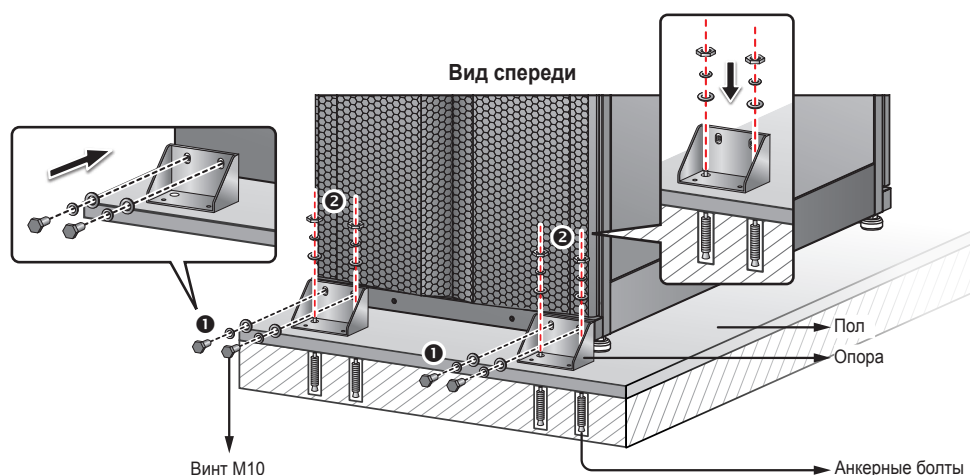

Рис. 5-2. Установка опор спереди
- 3) Торцевым ключом на 16 мм отверните 4 винта М10 **1** и снимите с поддона две опоры, фиксировавшие ИБП при транспортировке. Прикрепите две опоры этими винтами к ИБП спереди. Для фиксации ИБП прикрепите опоры к полу анкерными болтами **2** с гайками. Анкерные болты приобретаются отдельно. См. **Рис. 5-2**.